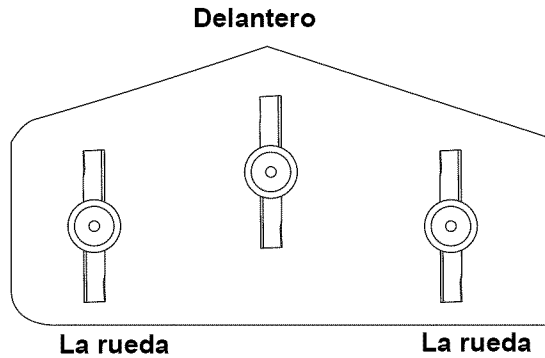
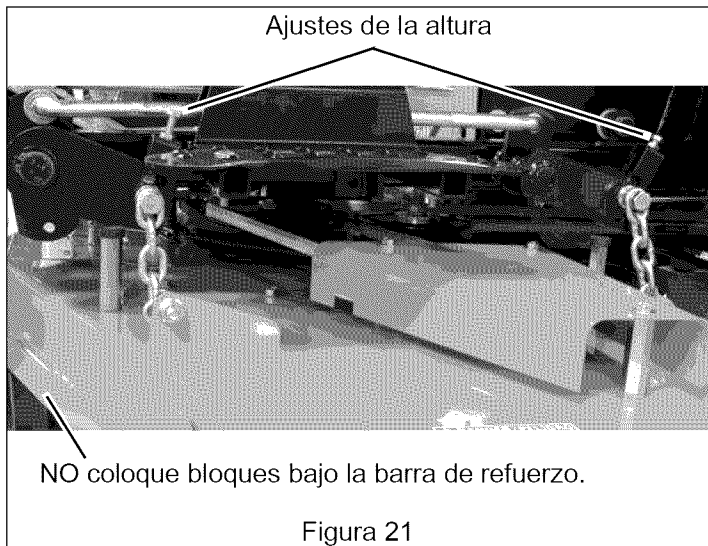

Figura 20
Figura 21
5. Mida la distancia entre el suelo y el borde afilado de la cuchilla en la cuchilla izquierda (posición izquierda en Figura 20) y en la cuchilla derecha (posición derecha en Figura 20). Las distancias deberán ser inferiores a 4,7 mm (3/16 pulg.). En caso contrario, eleve la cara inferior de la plataforma utilizando los ajustes de altura de los soportes de elevación de la plataforma (véase Figura 21).
7. Gire las cuchillas de manera que los extremos de la cuchilla apunten de delante hacia atrás, tal y como se muestra en Figura 20.
8. Mida la distancia entre el suelo y el borde afilado de la cuchilla central en la parte delantera de la plataforma (posición delantera en Figura 20) y entre el suelo y el borde afilado de las cuchillas izquierda y derecha de la parte trasera de la plataforma (posición trasera en Figura 20).
9. El borde afilado de la parte delantera de la plataforma (posición delantera en Figura 20) deberá estar 1/8 pulg. (3,18 mm) más bajo que los bordes afilados de la parte trasera de la plataforma (posición trasera en Figura 20).
10. Si las mediciones se encuentran fuera de los valores indicados, eleve la zona baja de la plataforma utilizando los ajustes de altura de los soportes de elevación de la plataforma (véase Figura 21). Asegúrese de elevar la plataforma de manera uniforme para mantener la horizontalidad de lado a lado.
Ajuste el nivel y la inclinación de la cortadora con los ajustes de altura de cada soporte de elevación de la plataforma (Figura 21).